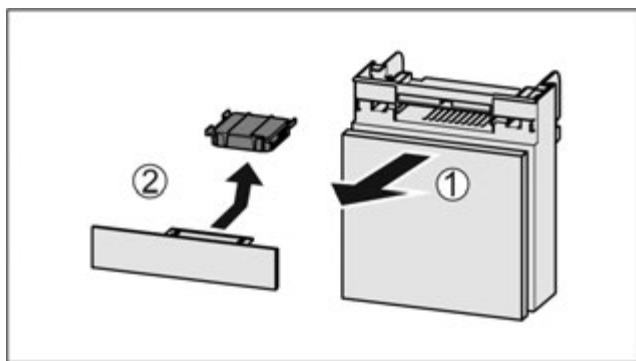

Fig. 86
- ▶ Потягніть Fig. 86 (1) відділення вперед.
- ▶ Витягнути Fig. 86 (2) фільтр з активованого вугілля.